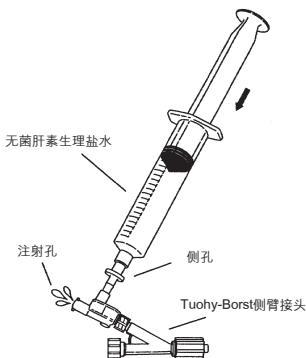

图2
4. 将双向止回阀与透明的Tuohy-Borst接头相连接。Tuohy Borst阀(Y阀)应完全关闭。在双向止回阀接头的侧孔上接一个装有肝素生理盐水的20毫升注射器，缓慢地从注射孔排出空气。(图2)